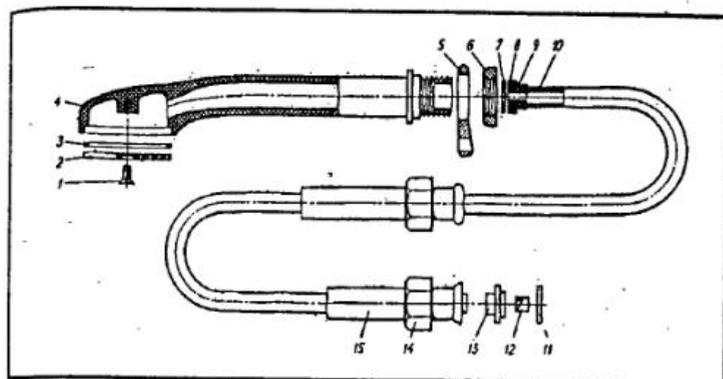

Рис. 63. Гибкий шланг с душевой сеткой:
Открутите накидную гайку (рис. 63). Отсоедините остов от гибкого шланга. Выньте прокладку. Прорежьте в ней отверстие.
Утечка воды из-под накидной гайки (рис. 63)
Закройте вентиляльные головки, подтяните накидную гайку. Откройте одну из вентиляльных головок. Если течь не прекратилась, закройте ее. Выкрутите полностью накидную гайку 14 (рис. 63) и сдвиньте ее по хромированной оболочке 15. Возможны две причины утечки воды.
1. Проверьте положение прокладки 11. Она должна быть расположена между торцами переходника 2 (см. рис. 62) и ступенчатой пластмассовой втулки 13 (см. рис. 63). На новом смесителе резиновая прокладка может оказаться между залитым пластмассой торцом хромированной оболочки 15 и торцом ступенчатой пластмассовой втулки 13. Поставьте вторую прокладку между торцами переходника и ступенчатой втулки.